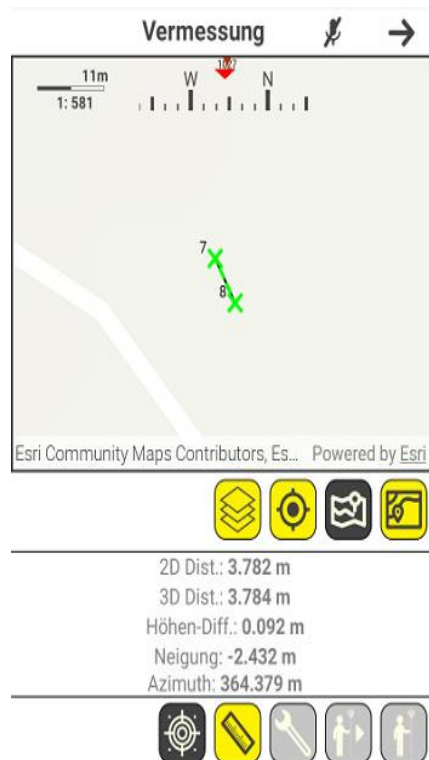

Abbildung 45 . Messung des Abstands zwischen zwei Punkten
- Wenn die **Abstandsmessung** ausgewählt ist, werden wir aufgefordert, den ersten Punkt auszuwählen; sobald dieser ausgewählt ist, wird der zweite Punkt angefordert und dann werden die Informationen über den Abstand zwischen den beiden Punkten angezeigt (Abbildung 45: *Abstand 2D* (ohne Berücksichtigung der Dimension), *Abstand 3D*, der *Höhenunterschied* und die *Neigung* zwischen den beiden Punkten.